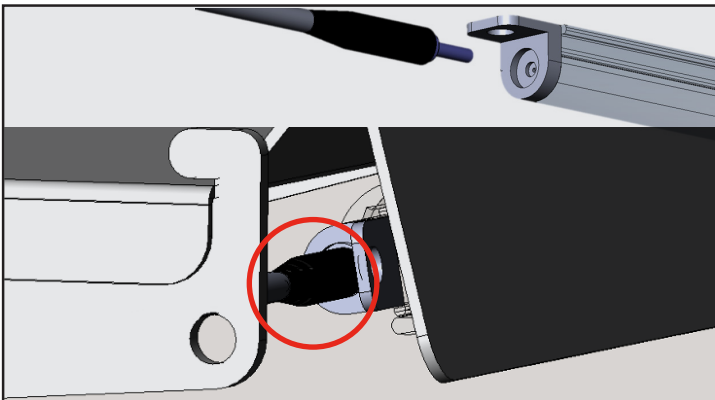

Abb. 3. Stecken Sie das Netzkabel in das LED-Modul.
3. Stecken Sie das Netzkabel in das LED-Modul. Siehe Abb. 3.